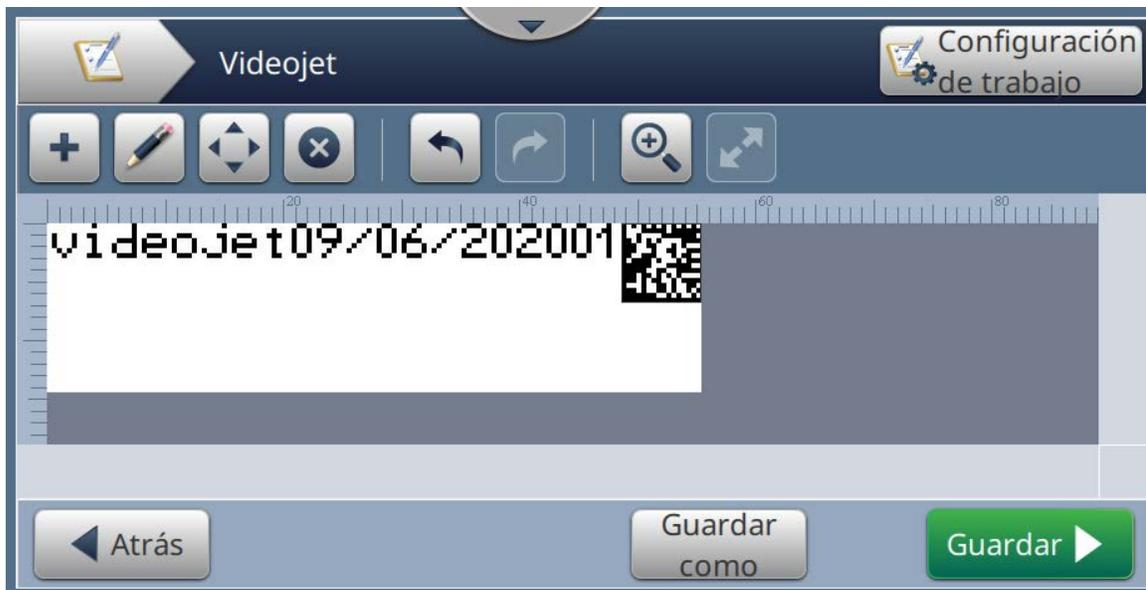

Figura 6-9: Ejemplo de trabajo
11. Seleccione el campo y arrastre o utilice el botón  para llevar el campo hasta su ubicación, como se muestra en la Figura 6-9 en la página 6-14.
17. Seleccione el campo y arrastre o utilice el botón  para llevar el campo hasta su ubicación, como se muestra en la Figura 6-9 en la página 6-14.